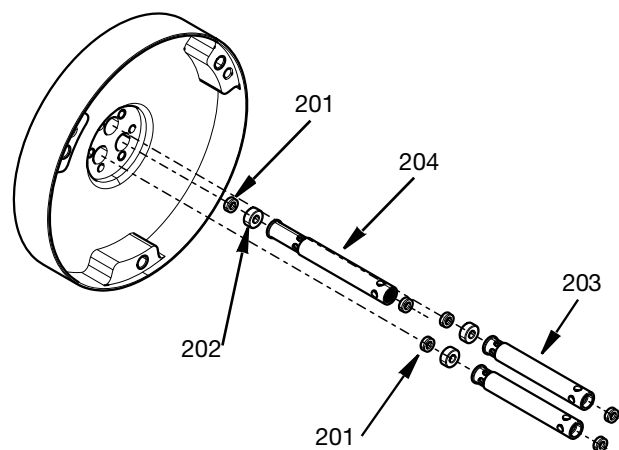

FIG. 15
7. Dra ut packningsdistanser (203 och 204), stångtätningar (201) och stånglager (202). Se **Verktygssats 25T489 för montering och demontering av tätningar**, sidan 32 när stångtätningarna ska tas bort. OBS: Det finns två storlekar på distanser (203 och 204). Se FIG. 15.